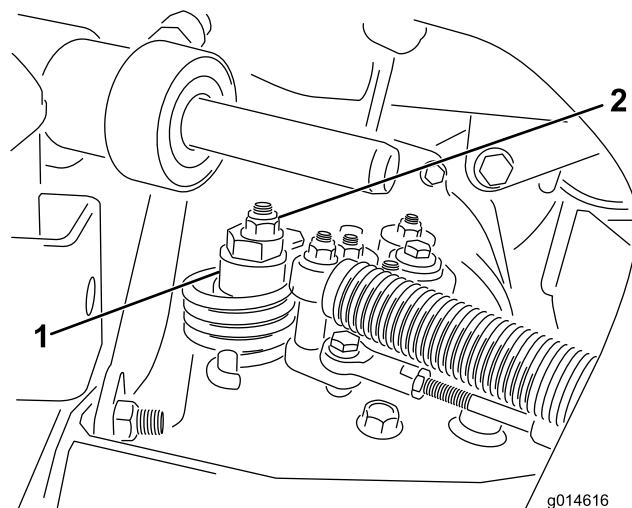

Figura 40
- A. Liberte a porca que fixa o disco excêntrico ao cimo do hidróstato (**Figura 40**).
- C. Rode o disco excêntrico até eliminar a deslocação em qualquer um dos sentidos. Quando a roda deixar de rodar, aperte a porca, bloqueando deste modo o disco excêntrico e fixando a posição de ajuste (**Figura 40**). Verifique se o ajuste é o adequado colocando o acelerador nas posições LENTO e RÁPIDO.